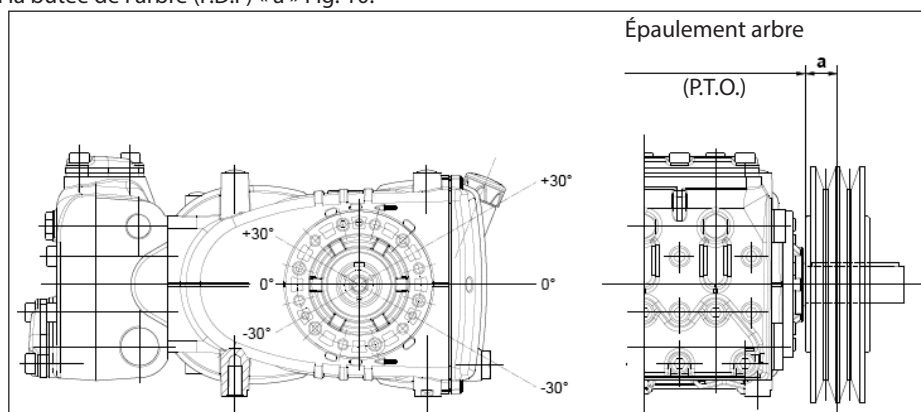

Fig. 10
La charge radiale sur l'arbre ne doit pas être supérieure à 3000 N (valeur nécessaire pour la définition du schéma). La transmission est considérée appropriée si cette charge est appliquée à une distance maximum $a=30$ mm de l'épaulement de l'arbre (prise de force) comme le montre Fig. 10.
- b) Utiliser des courroies à haut rendement - par exemple **XPB** au lieu de **SPB** - car il sera nécessaire d'avoir une quantité inférieure de courroies égales à la puissance transmise et par conséquent une distance inférieure de la résultante par rapport à la butée de l'arbre (P.D.F) « a » Fig. 10.